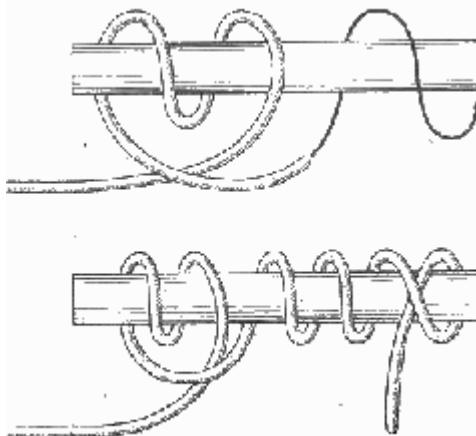

Рис. 60. Стопорный узел.
**Стопорный узел** (рис. 60). При выполнении различных судовых работ на палубе иногда возникает необходимость задержать находящийся под натяжением трос. Это выполняется с помощью другого троса, прикрепляемого стопорным узлом к трошу, который нужно задержать. Если тяга троса, который нужно остановить, будет вправо, то ходовой конец стопорного троса кладут сверху троса шлагом влево, ютом делают еще шлаг и ходовой конец стопорного троса ведут навстречу первому и второму шлагам, в зажим их, а далее вправо вокруг троса в обвивку, делая еще один-два шлага, и в двух-трех местах кладут прочные схватки или закрепляют “под себя”.